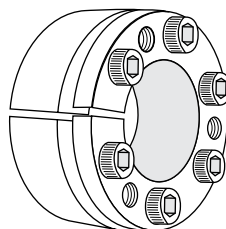

Figura 8.
2. Pase los tornillos a través de los agujeros lisos y ajústelos dando unas pocas vueltas. Asegúrese de no hacer presión en este procedimiento ya que esto altera las dimensiones iniciales de la pieza y posiblemente obstruyan el montaje (Figura 8).